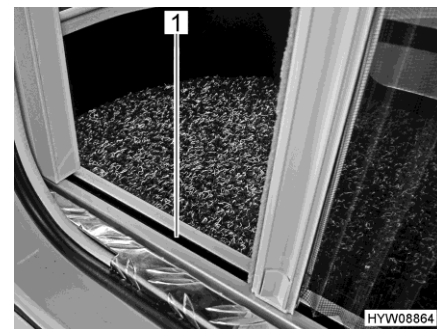

Fig. 19 Protezione contro gli insetti (guida inferiore)
- ▷ Durante l'apertura e la chiusura, afferrare la barra di presa con entrambe le mani. In questo modo è possibile limitare la possibilità che la protezione contro gli insetti si inceppi nelle guide (Fig. 19,1).